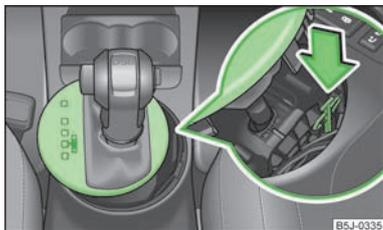

Fig. 85
- Con un dito premere il componente in plastica di colore giallo nella direzione indicata dalla freccia » fig. 85.